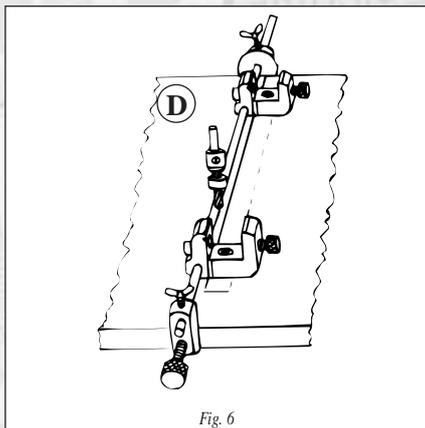
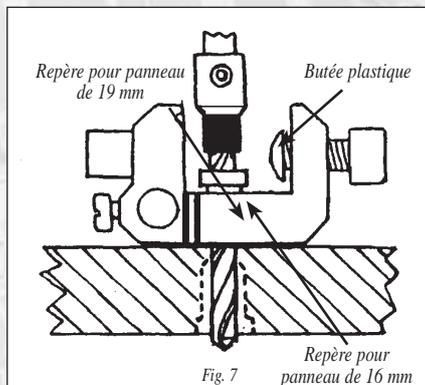

Fig. 6
Fig. 7
Perçage en milieu du panneau D (figure 6). Pour positionner le gabarit sur le panneau D, il vous faudra tracer le coté du panneau C sur le panneau D. Comme indiqué sur la figure 6, le coté servant de repère est celui situé du coté "tige" du gabarit. Bien noter que dans ce cas, le repère est le coté du panneau C et non l'axe de perçage des tourillons. Attention la précision de positionnement dépend de la précision de votre mesure.
- Installez votre gabarit en suivant la figure 6 en alignant le trait de repère gravé sur le coté des gabarits de perçage (figure 7). ATTENTION : remarquez qu'il y a 2 traits de repères sur chaque gabarit de perçage. Le trait situé le plus proche de la tige de 660 mm sert de repère pour les panneaux de 19 mm et le trait situé le plus proche du centre du gabarit est prévu pour les panneaux de 16 mm. Ne vous trompez pas de repère au risque de décaler votre panneau ou de le poser de travers.
- Installez une des butées en plastique sur la mèche en dessous de la butée de profondeur métallique (voir figure 7), sans changer le réglage de profondeur de la butée métallique.